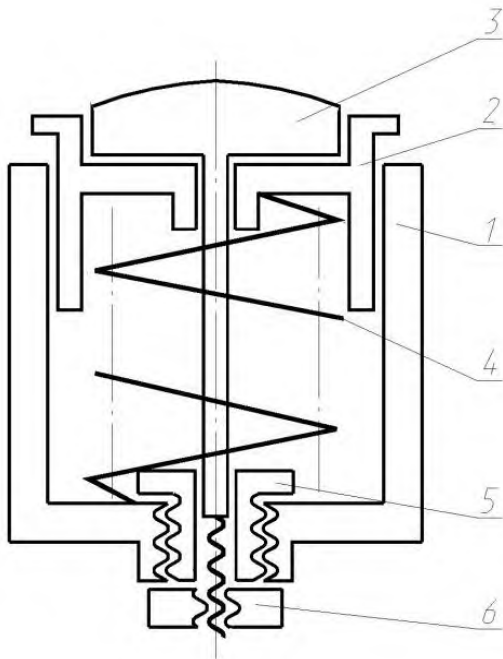
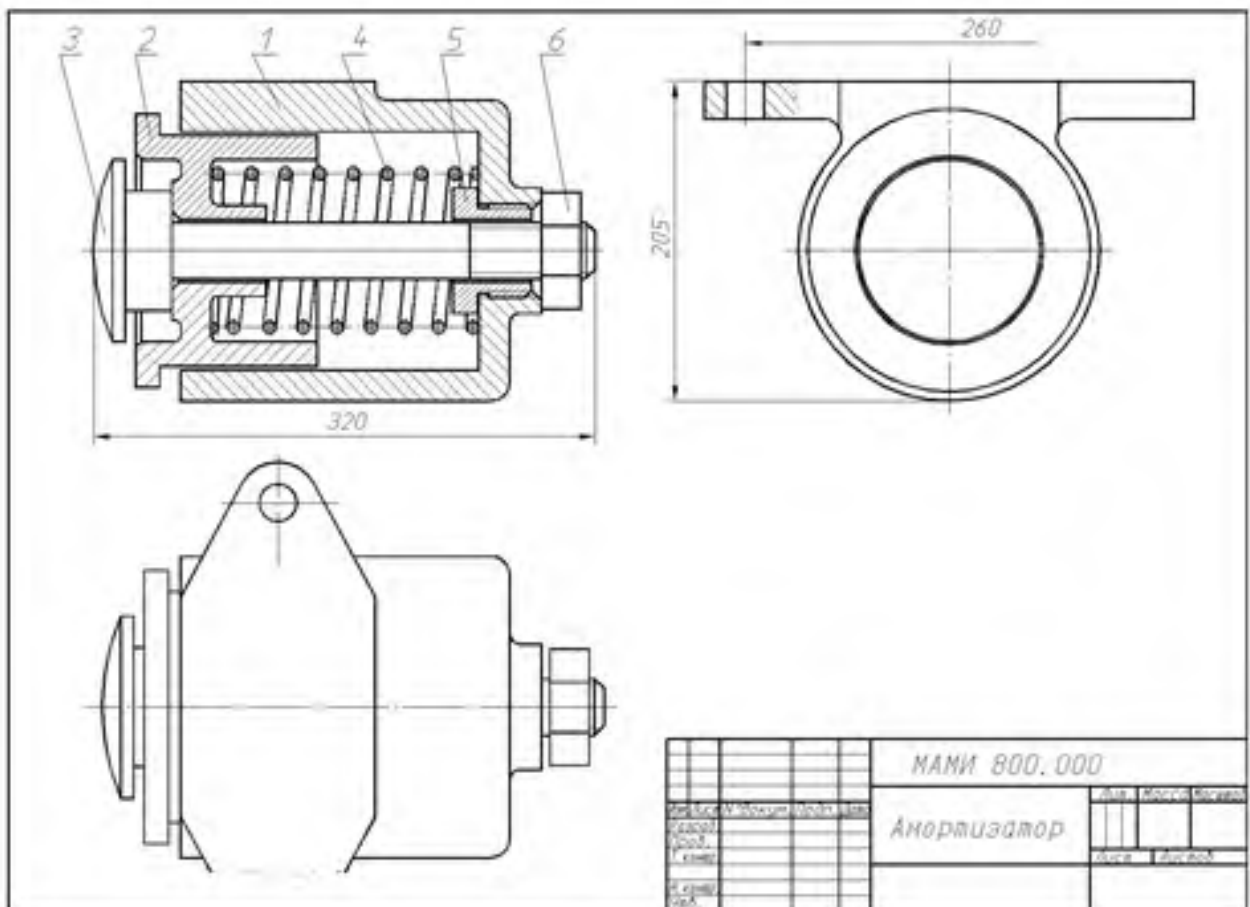

Рис. 1
Рис. 4
**Работа №2:** По условной кинематической схеме (рис.1), таблице составных частей (рис. 2) и рабочим чертежам изделия (рис. 3) выполнить чертеж общего вида (Рис. 4).